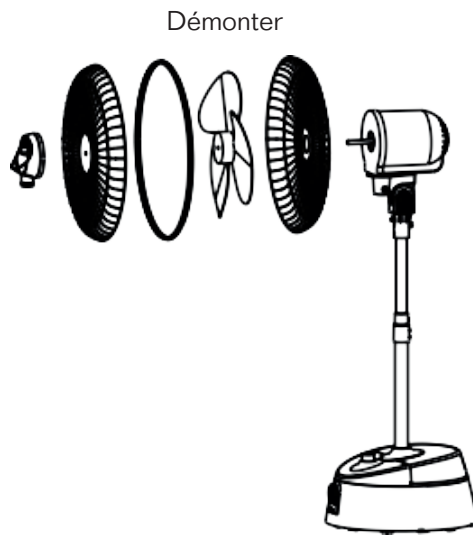

Figure 2
- Démontez le ventilateur comme indiqué à la figure 2 ;